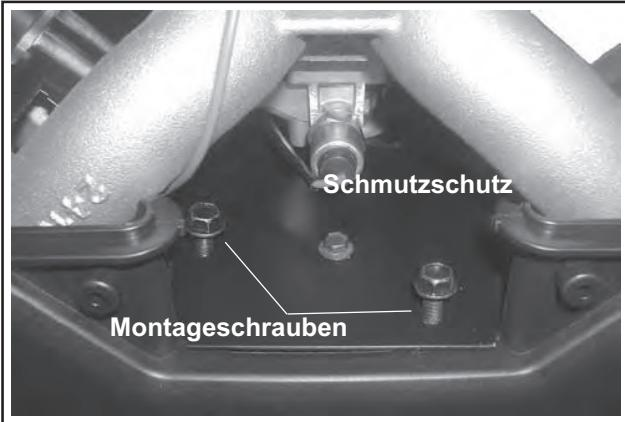

Abbildung 9-37. Detailansicht Schmutzschutz (Darstellung eines Modells eines zweizylindrigen Vergasers).
8. **Nur für Modelle mit zweizylindrigem Vergaser:** Die beiden Schrauben lösen, mit denen der Schmutzschutz am Lüftergehäuse befestigt ist. Die Verkabelung ist am unteren Bereich des Schutzes befestigt. Siehe Abbildung 9-37.